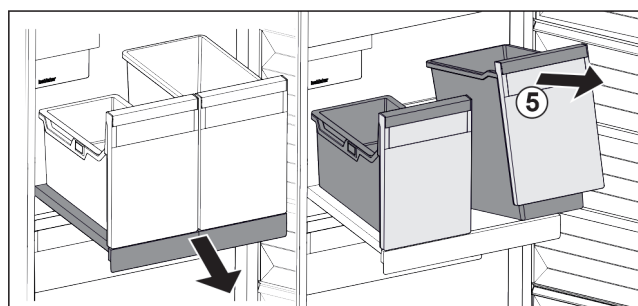

Fig. 89
- Behälter Fig. 89 (5) vorne anheben.